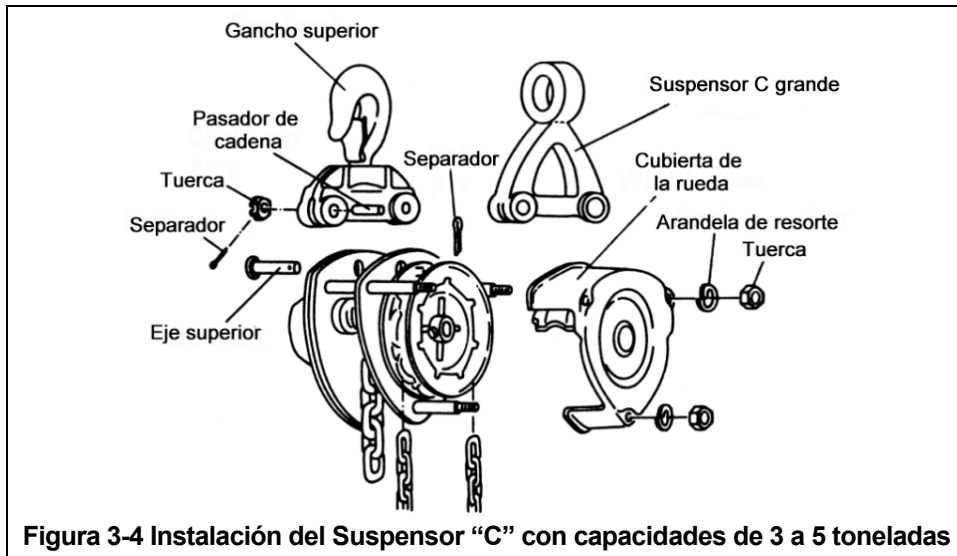

Figura 3-4 Instalación del Suspensor "C" con capacidades de 3 a 5 toneladas
- 7) Para capacidades de 3 a 5 toneladas consulte **Figura 3-4**.